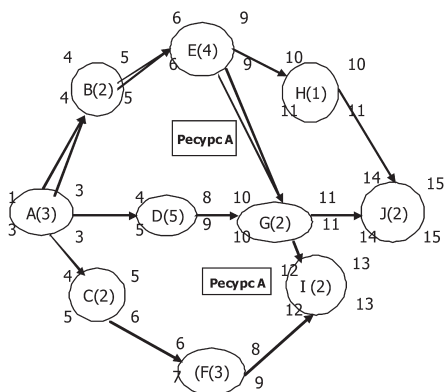
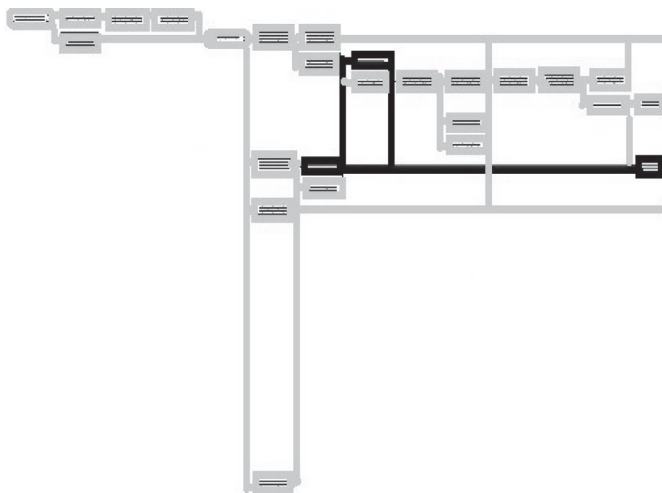

Рис. 3.2. Традиционный сетевой график
Рис. 3.3. Сетевой график PERT
Последовательность и взаимосвязи работ отображаются на сетевом графике. Существует два вида сетевых графиков: традиционный и график PERT. Традиционный график, представленный на рис. 3.2, построен по принципу события-работы, график PERT (Program Evaluation and Review Technique — метод оценки и пересмотра плана) — по типу работы-связи (рис. 3.3).
1) после завершения предшествующей работы можно приступать к выполнению последующей, к которой идут стрелки (см. рис. 3.3);